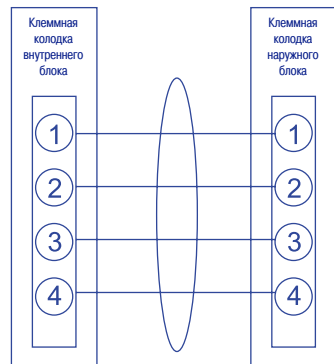
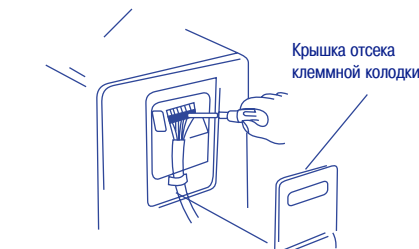

Рис. 16
Рис. 19
(1) Перед началом работ убедитесь, что напряжение в сети электропитания соответствует номинальному напряжению, указанному на заводской табличке кондиционера.
(2) Выполняйте электромонтаж в соответствии с электрической схемой (рис. 16)
- 2) Подсоедините кабель к контактам клеммной колодки в соответствии с рис. 16 и рис. 19.